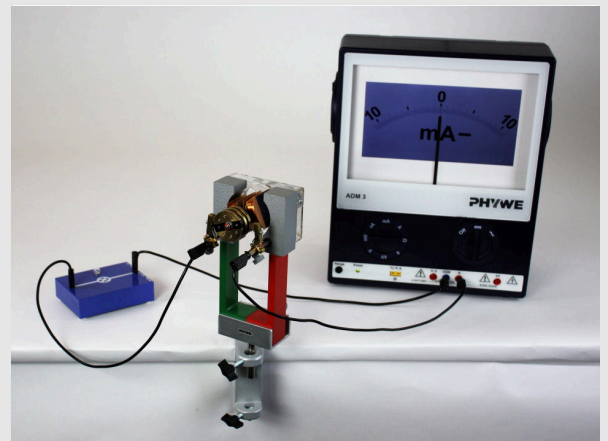

Abb. 5
- Baue den Versuch nach Abb. 5 auf.